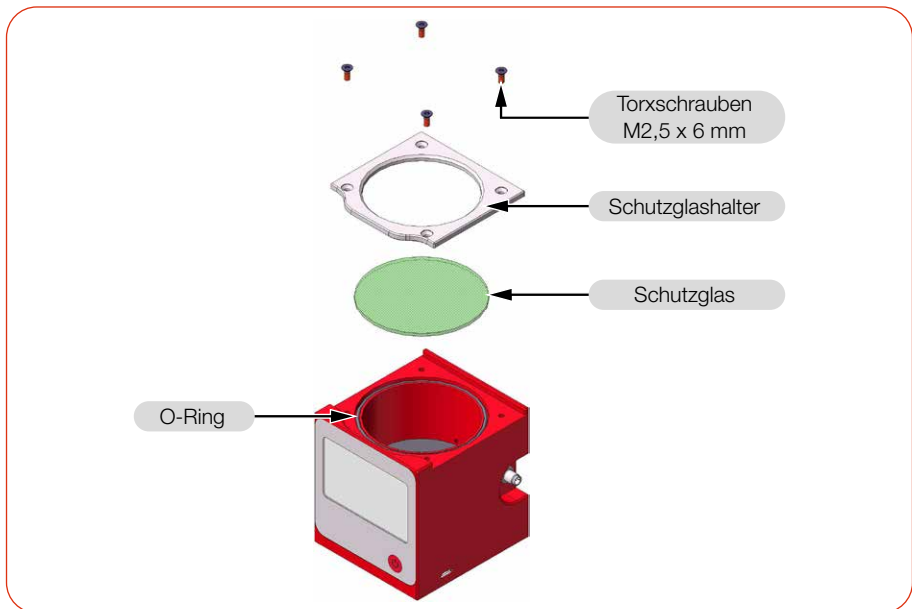

Abb. 12.1: Schutzglas wechseln
5. Legen Sie das Gerät gemäß der Abb. 12.1 auf Seite 60 ab und nehmen Sie den Schutzglashalter vorsichtig nach oben ab.
9. Setzen Sie den Schutzglashalter gemäß der Abb. 12.1 auf Seite 60 auf.